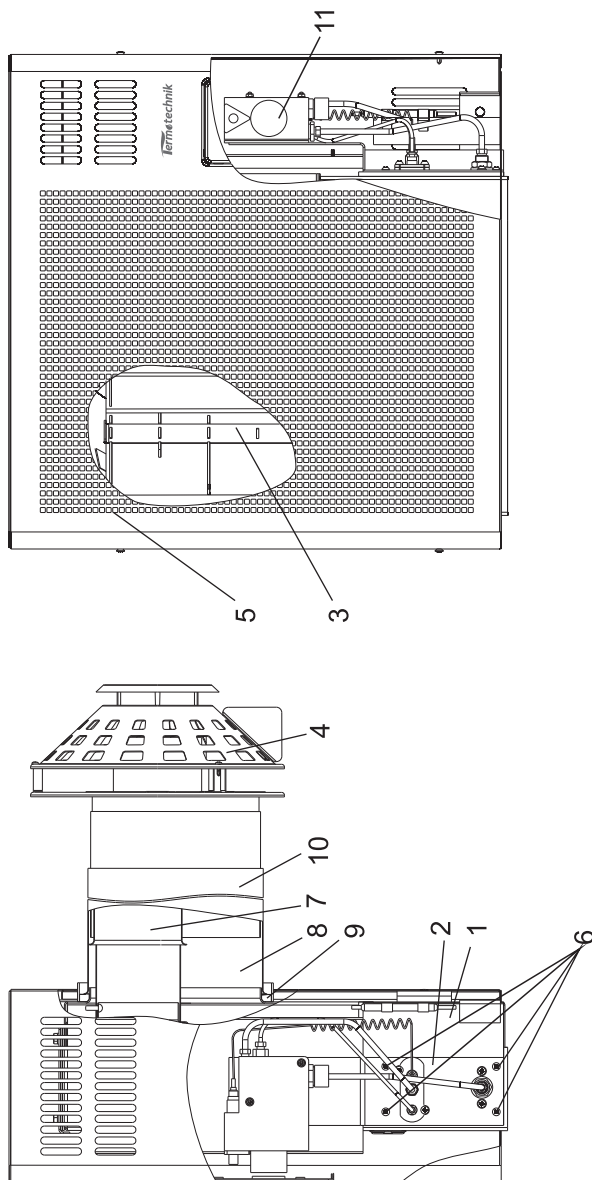

Рис. 1. Устройство аппарата
5.1. Аппарат (рис.1) состоит из таких основных частей: корпуса с герметичной камерой сгорания, дымовоздушного блока, газогорелочного устройства, крышки, закрывающей верхний проем, облицовочного кожуха. Для обеспечения герметичности камеры сгорания аппарата между корпусом и дымовоздушным блоком, газогорелочным устройством, крышками установлены прокладки из базальтового картона.
1) выкрутить четыре винта М5х12 рис.1 поз.6 крепления горелочного устройства, демонтировать горелочное устройство;